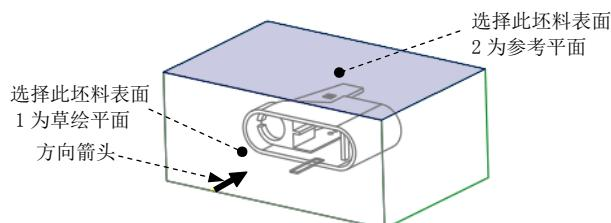

图 19.20 定义草绘平面
(1) 单击**编辑模具体积块**操控板 **形状** ▾ 区域中的 按钮，此时系统弹出“拉伸”操控板。
(2) 定义草绘截面放置属性。右击，从弹出的菜单中选择 **定义内部草绘...** 命令；在系统 **选择一个平面或曲面以定义草绘平面** 的提示下，选取图 19.20 所示的坯料表面 1 为草绘平面，接受图 19.20 中默认的箭头方向为草绘视图方向，然后选取图 19.20 所示的坯料表面 2 为参考平面，方向为 ，单击 **草绘** 按钮，此时进入草绘环境。